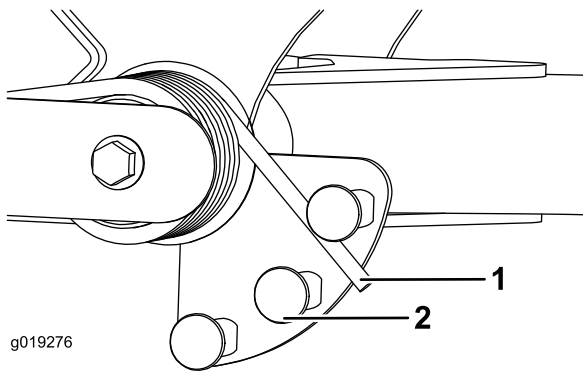

図 38
2. スプリングの長い方の端部にチューブのようなものを取り付けて、スプリングアクチュエータの周囲に巻きつけるようにして希望位置にセットする 図 38。